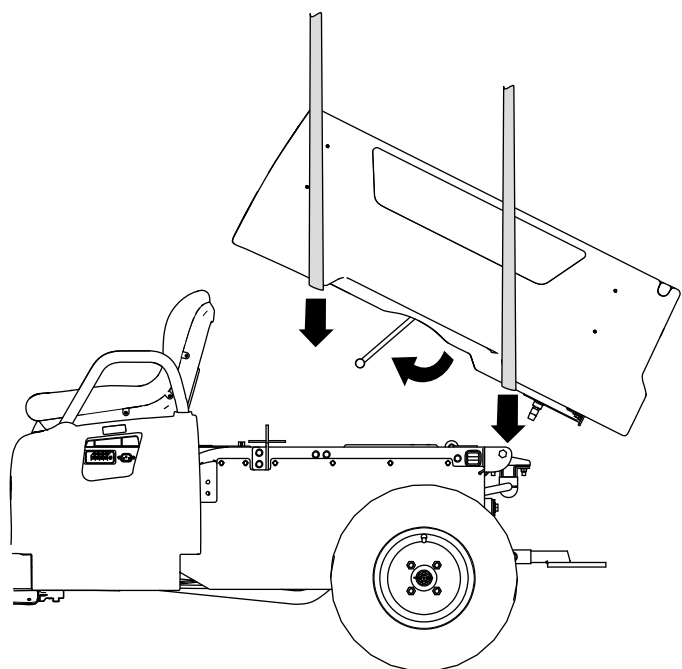

Bild 4
3. Befestigen Sie Hebegeräte vorne und hinten an der Ladepritsche und heben sie an; fluchten Sie sie über dem Rahmen der Maschine so aus, dass die Schwenkhalterung hinten ist (Bild 4).